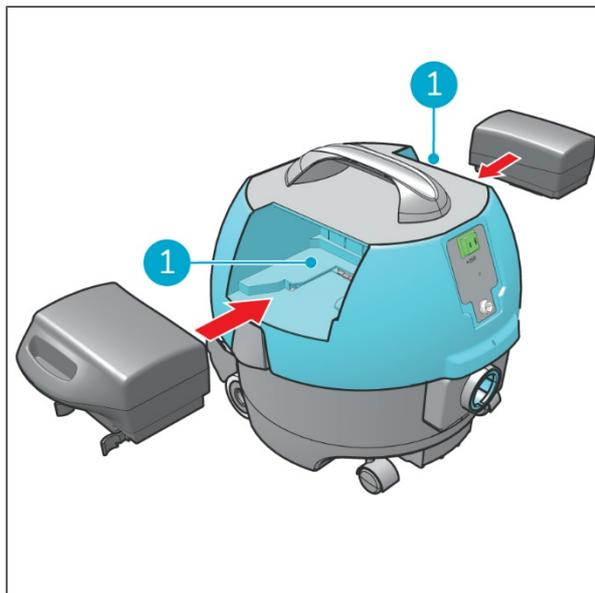

Figure 16
1. Alignez chaque batterie sur son logement (Figure 16, pos. 1) et faites glisser chaque batterie jusqu'à ce que vous entendiez un « clic ». Les batteries sont alors fixées.